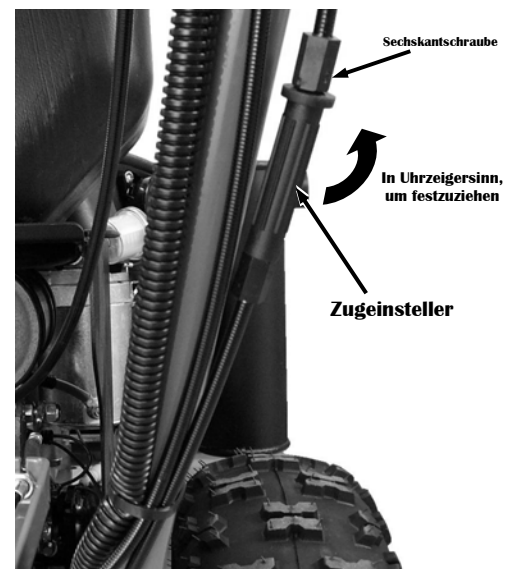

Abbildung 28
1. Suchen Sie das Seil der Ein-/Ausschaltung der Differenzialsperre entlang des Lenkers. Dort befindet sich ein Zugeinsteller, um die Länge des Seils einzustellen (**Abbildung 28**).
3. Sie können das kleine Stück des Seils aus dem Seilzug herausziehen, indem Sie die Sechskantschraube oben am Zugeinsteller halten und den Körper des Zugeinstellers in Uhrzeigersinn drehen, während das Seil Richtung Bedienfeld geht. Ist das Seil zu straff, können Sie es lockern, indem Sie den Zugeinsteller in die entgegengesetzte Richtung drehen (**Abbildung 28**).